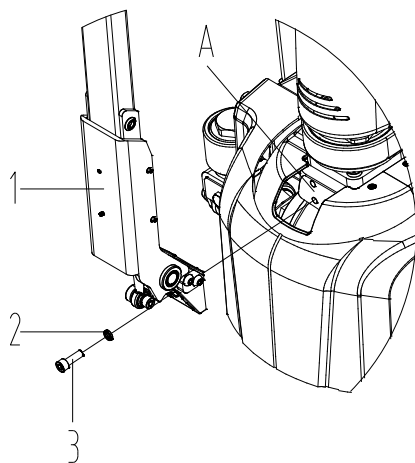

Figura 2
- Tal y como se muestra en la figura 2, Asegúrese de tener todas las piezas requeridas del conjunto del ensamblaje del manillar. Localice los puntos de fijación (1), alinéelos en la posición correcta A. Coloque los tornillos (3) y arandelas (2) y apriételos bien.